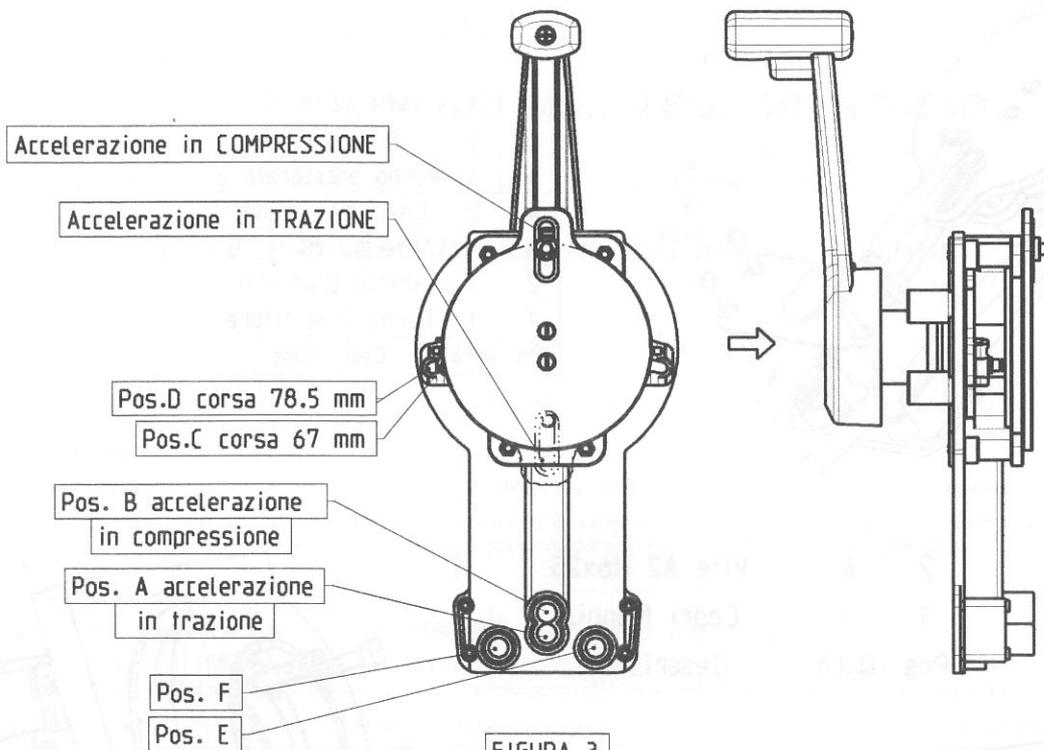

FIGURA 3
1. Verificare in figura 3 che la posizione del comando acceleratore sia corretta per il motore dell'imbarcazione.